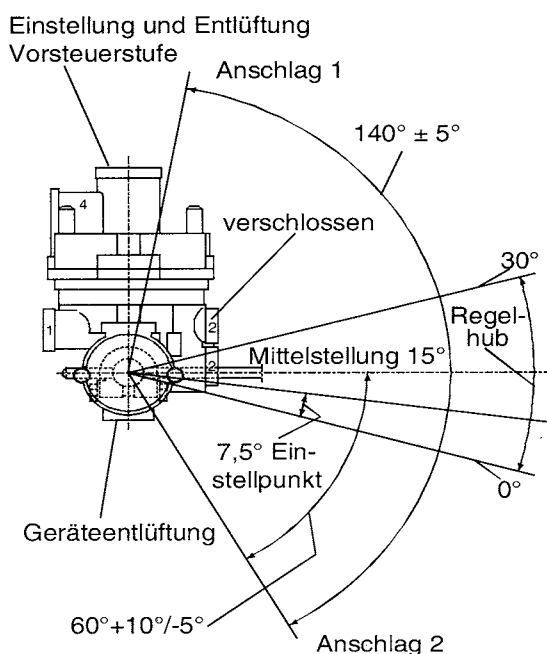

Abb. 2
wandlung 121 mit 6 bar belüften und dann wieder auf 0 bar entlüften. Der Betätigungshebel sollte hierbei mehrmals von Anschlag 1 zu Anschlag 2 bewegt werden (siehe Abbildung 2).
Einstellen des 0°-Winkels (vgl. Abb. 2)
- 3.11 Den Betätigungshebel auf die 0° - Stellung des Bremskraftreglers einstellen (vgl. Abbildung 2). Den Anschluß 4 bei der Abwandlung 023 mit 0,5 bar und bei der Abwandlung 121 mit 0,4 bar belüften. Das Manometer 3 muß bei der Abwandlung 023 einen Druckanstieg erkennen lassen und bei der Abwandlung 121 einen Druck von $\leq 0,2$ bar anzeigen.